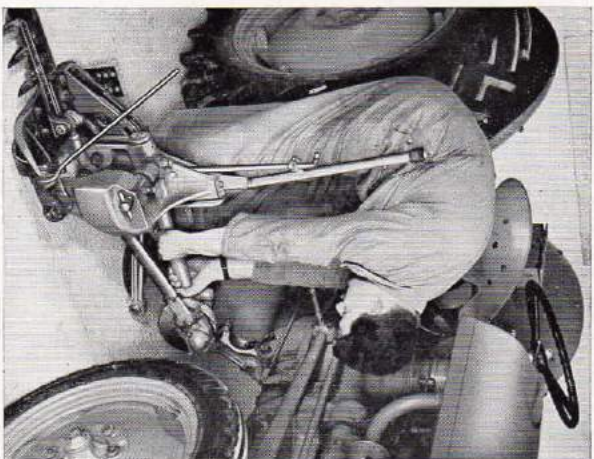

Fig. 5
- 2° Soulever la partie avant de la faucheuse (fig. 5) et placer la rotule dans le boîtier du support. Rabattre le couvercle sans le serrer.